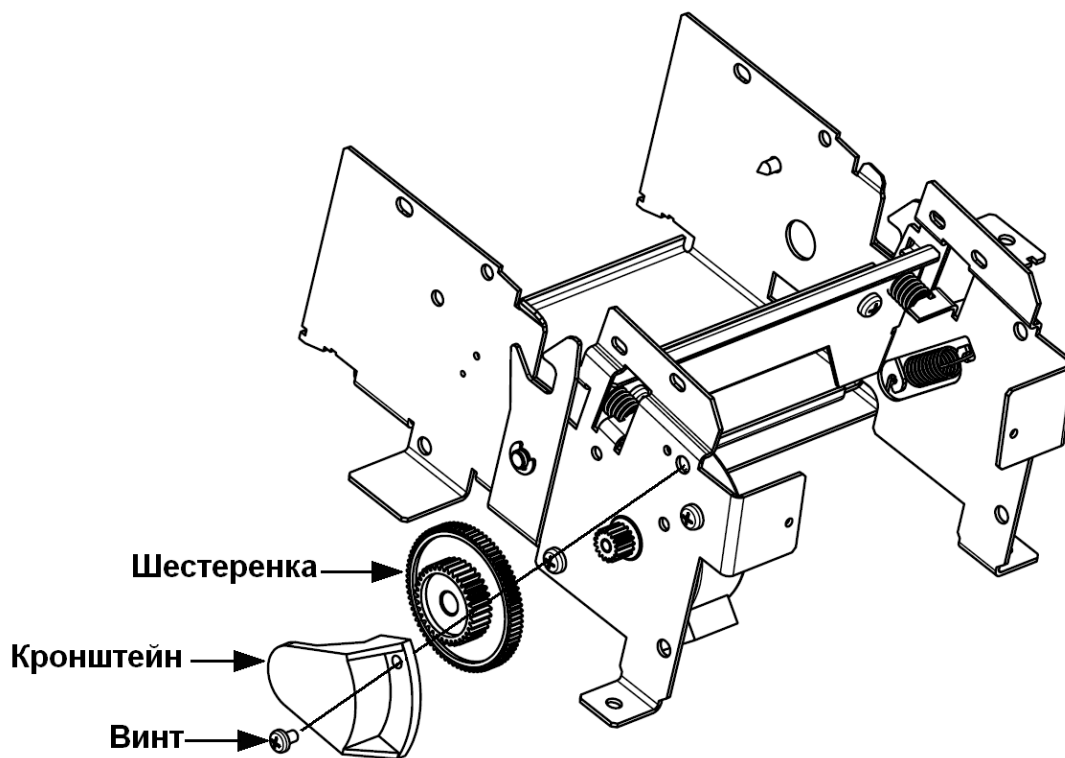

Рис.13 Снятие кронштейна
1. Снимите кронштейн с шестеренкой, для чего открутите винт (см. Рис.13).